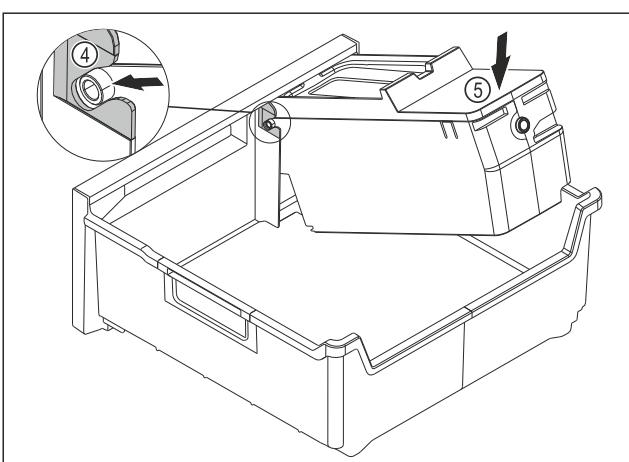

Fig. 115
- Montáž korpusu EasyTwist-Ice: Osi korpusu EasyTwist-Ice zasuňte do vedení Fig. 115 (4).
- Zatlačte korpus EasyTwist-Ice Fig. 115 (5) zozadu smerom nadol.